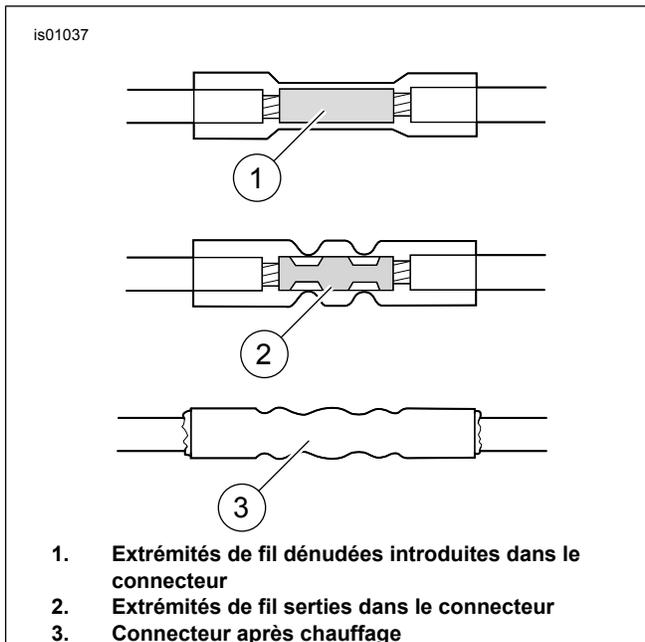

Figure 9. Connexions bout à bout scellées
- e. Voir la figure 9. À partir des extrémités coupées, insérer un fil orange/blanc dans une extrémité du connecteur bout à bout. À l'autre extrémité du connecteur bout à bout, insérer l'autre fil orange/blanc avec le fil rouge du faisceau adaptateur.
- d. Voir la figure 9. Insérer le fil orange/blanc de l'étape 4b dans une extrémité du connecteur bout à bout scellé.
- e. Voir la figure 9. Insérer le fil rouge du faisceau de l'adaptateur dans l'autre extrémité du connecteur bout à bout scellé.